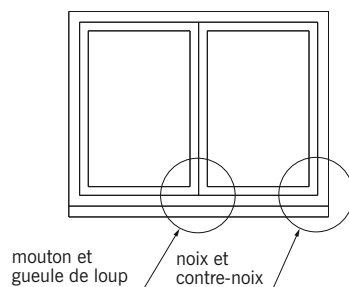

fig. 11.13
■ Le **mouton** (fig. 11.13 et 11.14) : arrondi en demi-cercle usiné sur le bord d'un montant ouvrant de fenêtre à la française ou de porte-fenêtre en bois. Ce montant appelé **battant mouton** s'emboîte, à la fermeture de la fenêtre, dans la **gueule-de-loup** du montant ouvrant opposé.
■ La **noix** (fig. 11.13 et 11.15) : languette d'un montant de rive de fenêtre et de porte-fenêtre en bois. En position fermée, la noix s'emboîte dans la **contre-noix** du montant dormant.